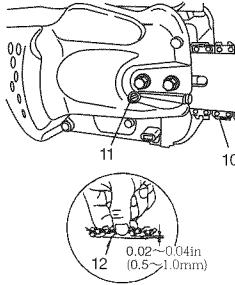

Fig. 5
7. Soulever l'extrémité du guide-chaîne et régler la tension de la chaîne (10) en tournant la vis de réglage de tension (11) dans le sens des aiguilles d'une montre. Pour vérifier que la tension de la chaîne est adéquate, soulever légèrement le centre de la chaîne. Il faut qu'il y ait alors un jeu de 0.02-0.04in (0.5-1.0mm) entre le guide-chaîne et le bord des maillons d'entraînement de la chaîne (12). (Fig. 5, 6)